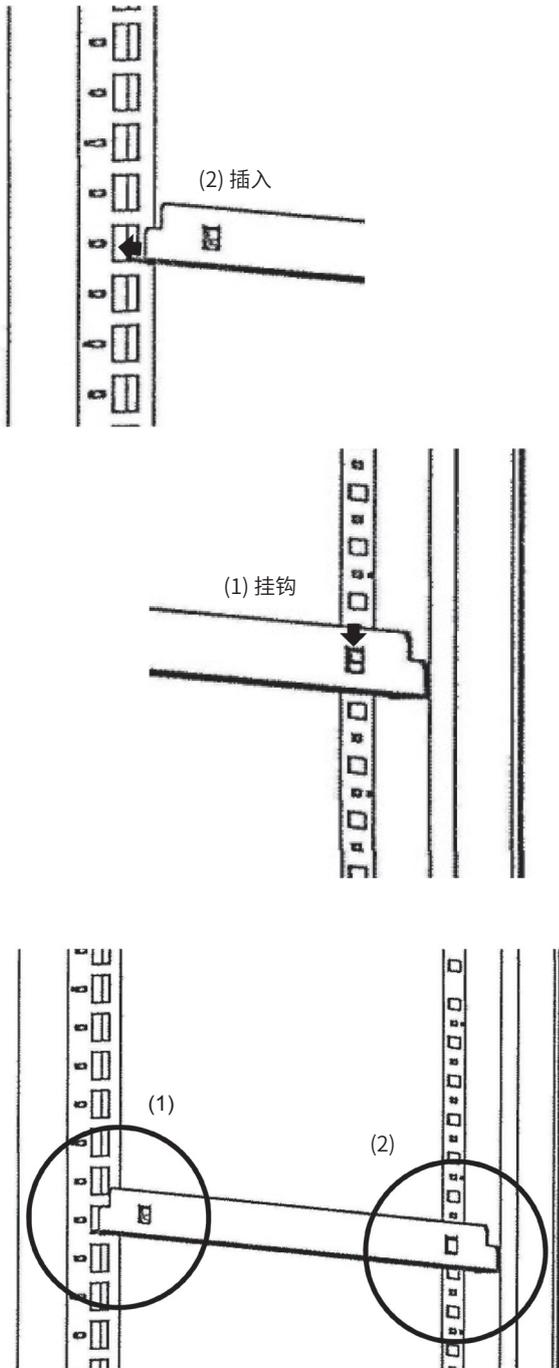

图 8
- \* 若要安装导轨，(1) 请将导轨挂钩向后推入后层板立柱上的方孔，(2) 然后将导轨挂钩向下推入前层板立柱上的方孔。若要拆下导轨，请按照与上述相反的步骤操作。参见图8。